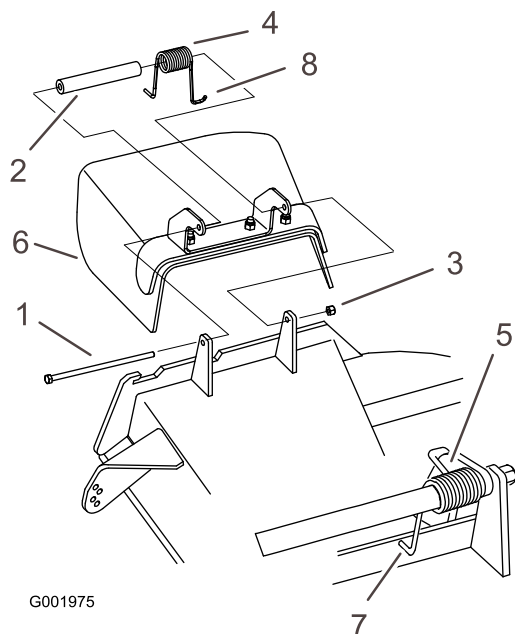

Figura 60
Nota: Asegúrese de colocar un extremo en **J** del muelle detrás del reborde de la carcasa antes de instalar el perno, según se muestra en Figura 60.
3. Instale el perno y la tuerca. Coloque un extremo en J del muelle alrededor del deflector de hierba (Figura 60).
1. Retire la contratuerca, el perno, el muelle y el espaciador que sujetan el deflector a los soportes de pivote (Figura 60).